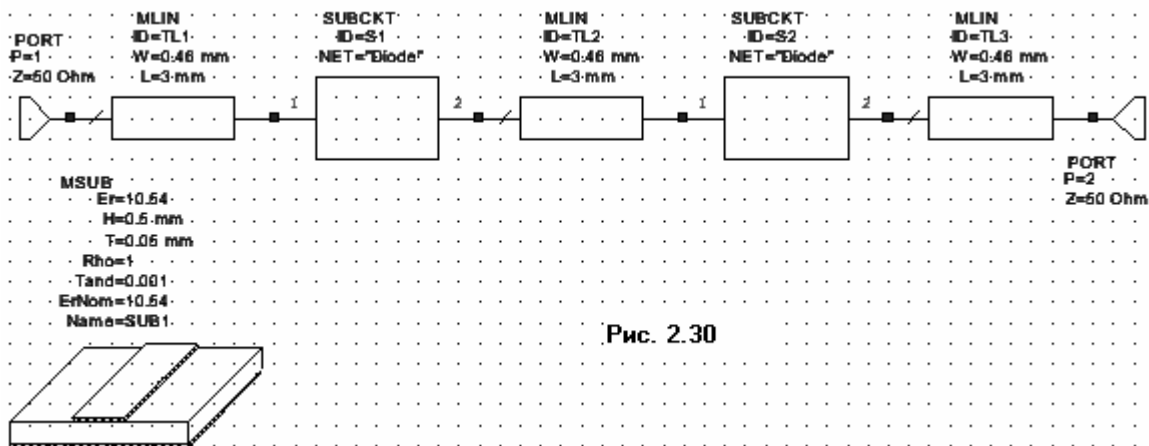

Рис. 2.30
17. Перетащите элемент **MSUB** в окно схемы, поместите его на свободном месте, например, ниже схемы. Полученная схема аттенюатора показана на рис. 2.30.
2. Аналогично отредактируйте параметры всех элементов **MLIN** и подложки **MSUB** так, чтобы их значения соответствовали значениям, указанным на схеме рис. 2.30.